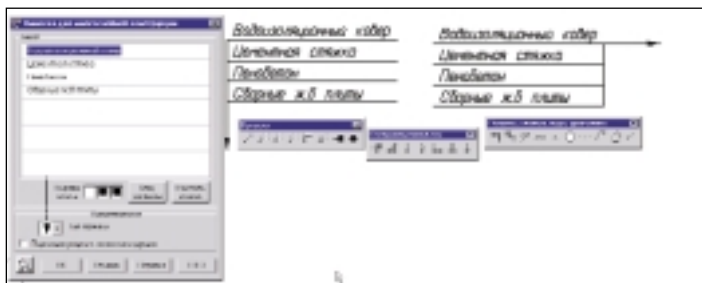

Рис. 6
- ♦ выноска для многослойной конструкции (рис. 6)